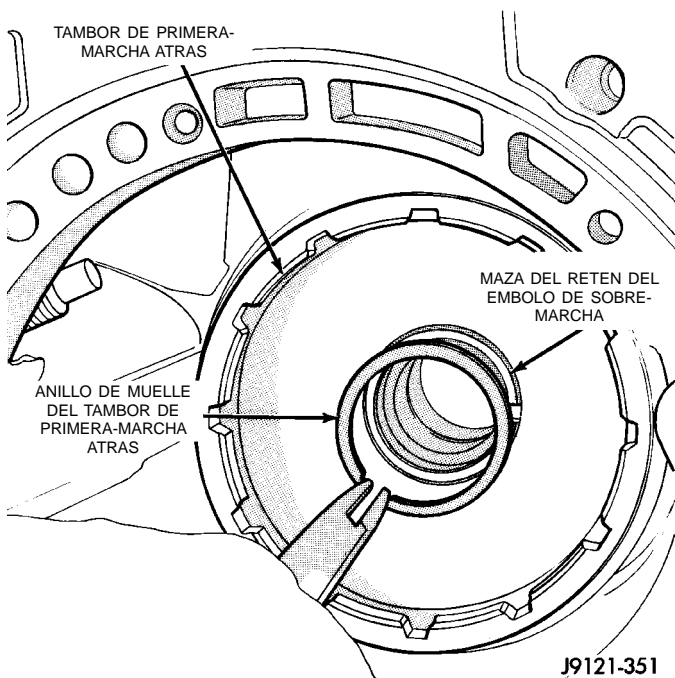

Fig. 123 Instalación del anillo de muelle de retención del tambor de primera-marcha atrás
(7) Instale el anillo de muelle que asegura el tambor de primera-marcha atrás a la maza del retén del émbolo (Fig. 123).